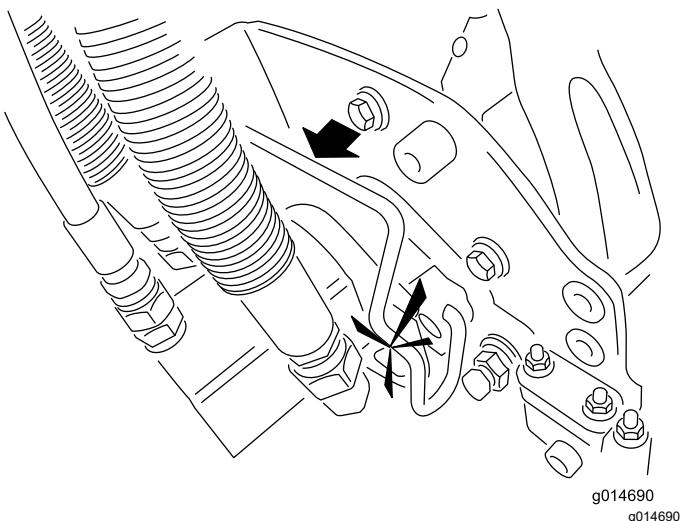

Bild 49
5. Schmieren Sie die Keilwelle des Schneideeinheitmotors mit sauberem Fett ein (Bild 49).
6. Setzen Sie den Motor in die linke Seite der Schneideeinheit (aus Sicht der Bedienerstellung) und ziehen Sie die Motorbefestigungsstange an der Schneideeinheit zum Motor, bis Sie einen deutlichen Klick von beiden Seiten des Motors hören (Bild 49).